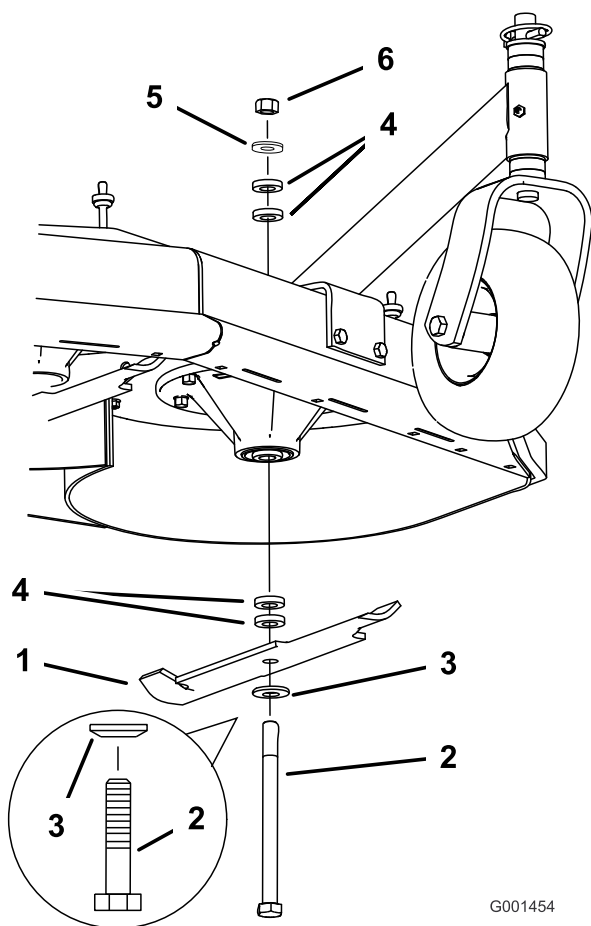

Figure 15
3. Maintenez le boulon de lame et retirez l'écrou. Insérez le boulon dans le pivot et changez les entretoises selon les besoins (Figure 15).
4. Posez le boulon, la rondelle bombée, la lame et ajoutez des entretoises et fixez-les avec une rondelle mince et un écrou (Figure 15).